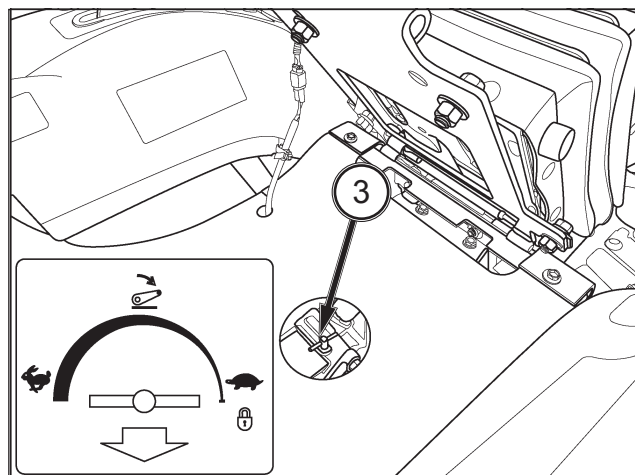

ABB. 64
ABB. 64: Der Drehgriff für die Absenkgeschwindigkeit (3) steuert den Hydraulikölfluss und regelt dadurch die Absenkgeschwindigkeit des Hubwerks und Anbaugeräts. Für langsames Absenken den Drehgriff im Uhrzeigersinn drehen; für schnelleres Absenken den Drehgriff gegen den Uhrzeigersinn drehen. Durch Drehen des Drehgriffs bis zum Anschlag im Uhrzeigersinn wird das Anbaugerät in angehobener Position festgestellt.